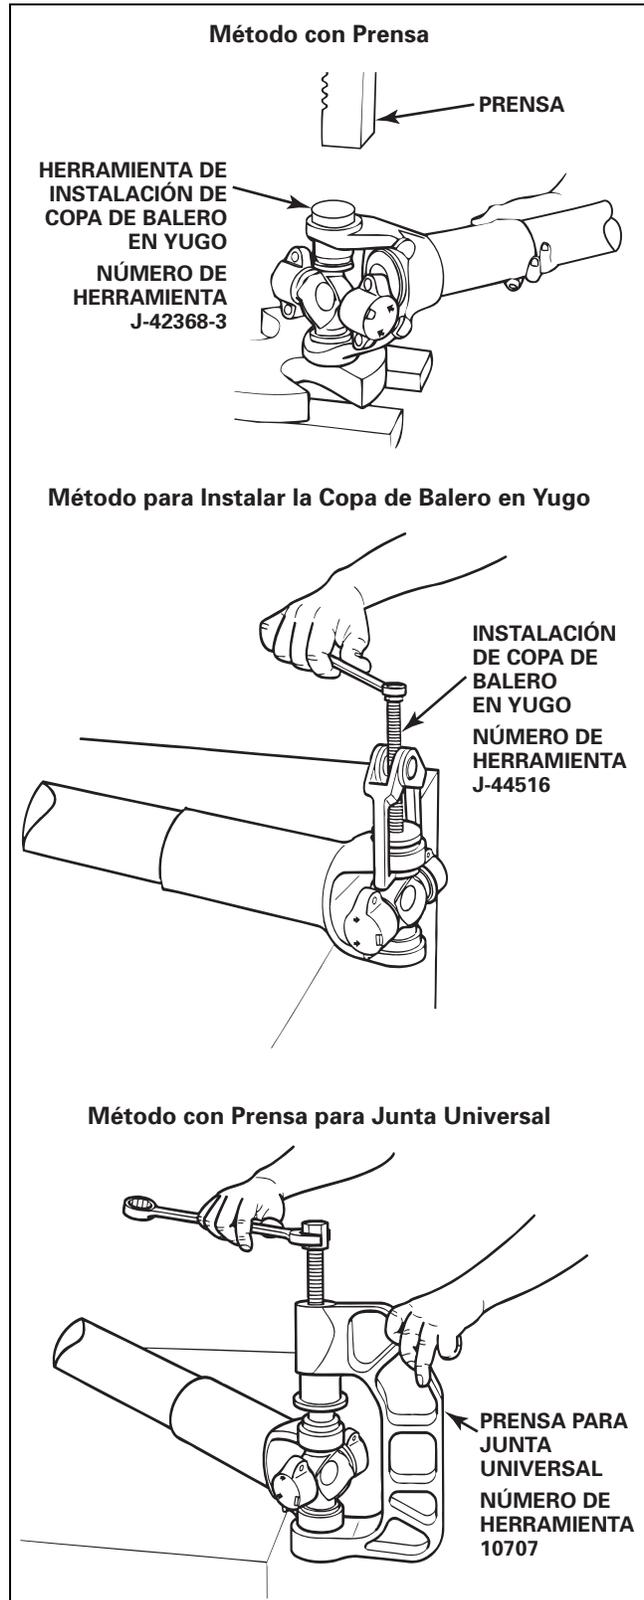

Figura 13
- Use una prensa, una herramienta de instalación de copa de balero en yugo (número de herramienta J-44516) o una prensa para junta universal (número de herramienta 10707) para instalar el primer buje redondo ligeramente pasando el surco del anillo retén. Figura 13. No apriete demasiado la copa de balero, dado que podría dañarse la herramienta de instalación.
6. Use una prensa, una herramienta de instalación de copa de balero en yugo (número de herramienta J-44516) o una prensa para junta universal (número de herramienta 10707) para instalar el segundo buje redondo ligeramente pasando el surco del retén. Figura 13. Verifique que el buje esté alineado con la junta universal.